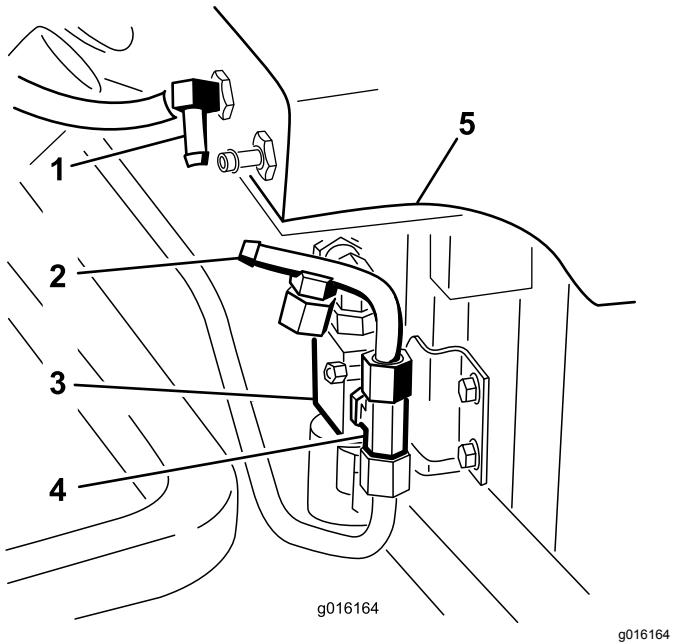

Figura 25
3. Conecte el tubo hidráulico Nº 4 al acoplamiento en T montado en el lateral de la válvula (Figura 25).